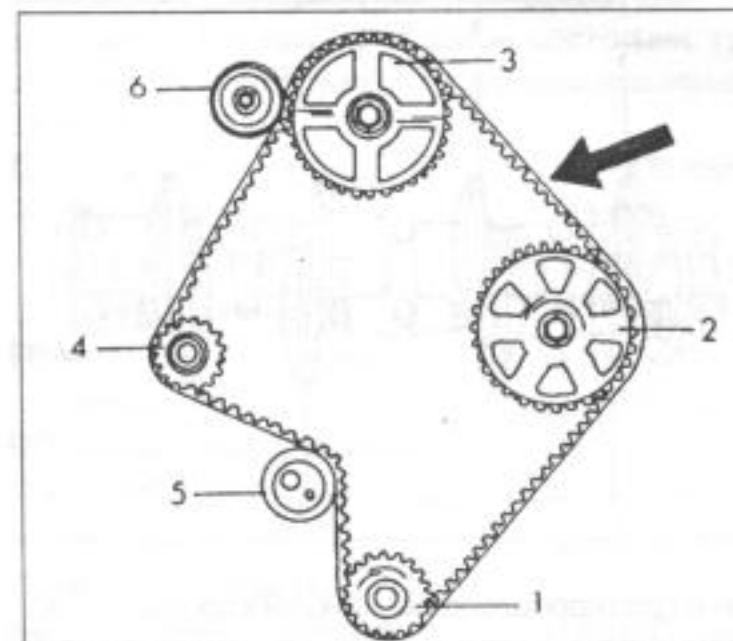

Рис. 75.
- замерить натяжение ремня между обеими приводными колесами в указанном на рис. 75 месте. Для этого нужно повесить на ремень пружинные весы и тянуть ремень с усилием 10 кг наружу. Ремень должен продвинуться на расстояние между 9,0 и 11,5 мм. В противном случае нужно повторить указанную установку.